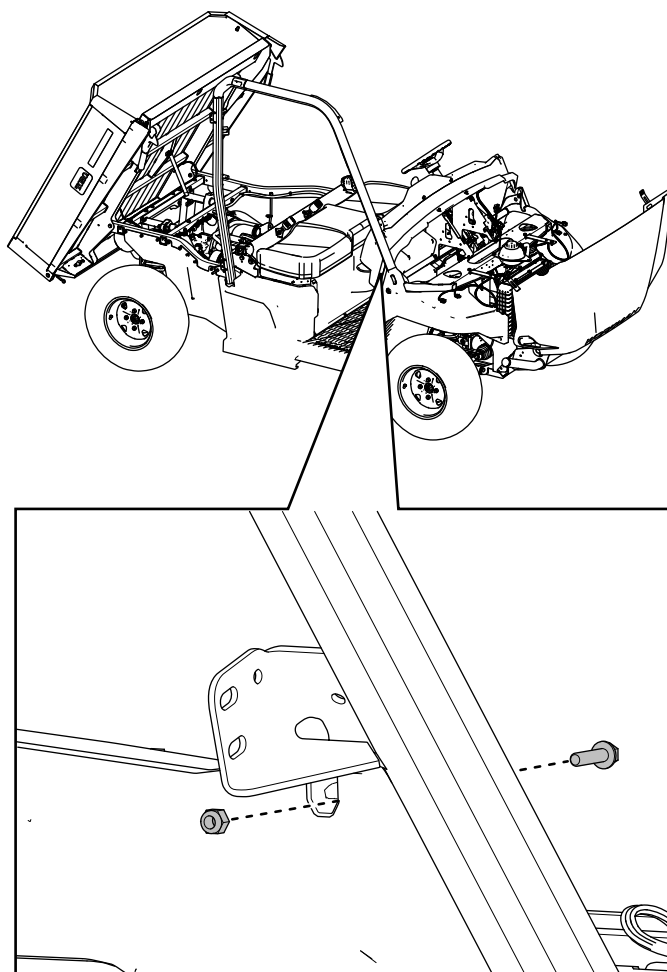

Figura 15
9. Fissate senza serrare il gruppo barra rotazione anteriore di destra al pannello del cruscotto con 1 bullone a testa esagonale con rondella ($\frac{1}{4}$ " x 1") e 1 dado di bloccaggio ($\frac{1}{4}$ ") come illustrato nella Figura 15.